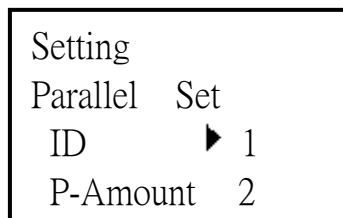
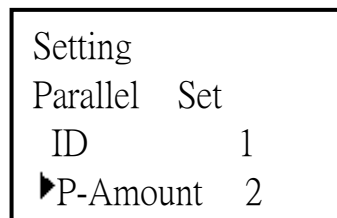

Рис. 6 Настойки параллельного соединения
Рис. 7 Настройки параллельного соединения
- Для ввода идентификатора нажать ENT (см. Рис. 6); с помощью кнопки «вперед» или «назад» цифрами задать идентификатор, например, 1, 2, 3 и т. д. Для сохранения идентификатора нажать кнопку ENT (см. Рис. 7). Задание количества запараллеленных модулей осуществляется аналогично.